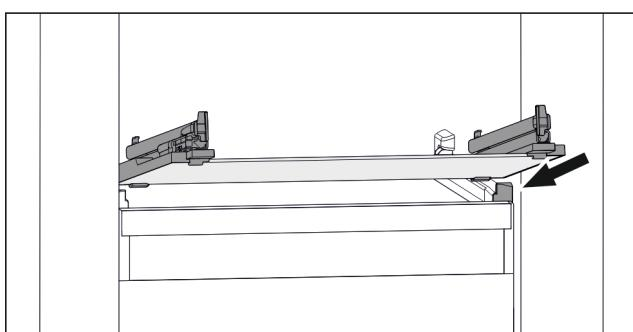

Fig. 74 Reprezentare exemplificativă a plăcii de sticlă
- Așezați placa de sticlă oblic în spatele opritoarelor. (vezi Fig. 74)